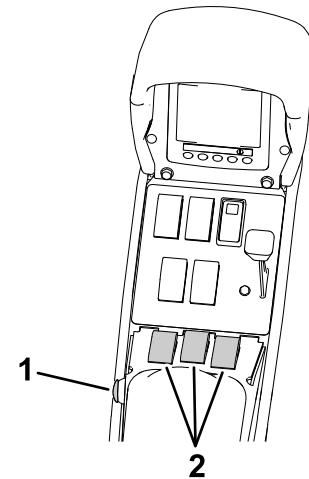
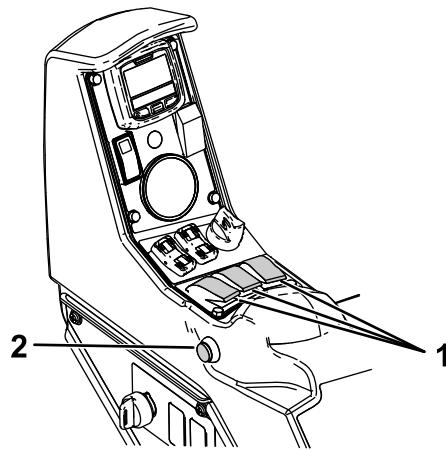

Bild 9
Bild 10
6. Stellen Sie den Hauptschalter in die EIN-Stellung (Bild 9 oder Bild 10).
7. Stellen Sie die Abschnittsschalter (zwischen den Sitzen) auf die EIN-Stellung (Bild 9 oder Bild 10).